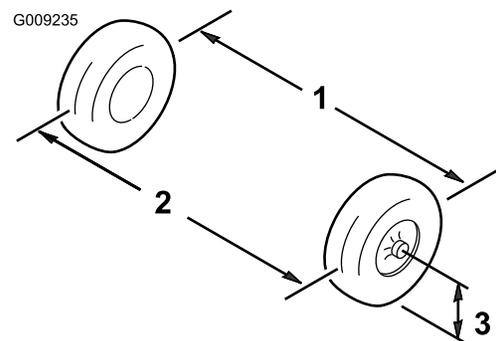

Figura 54
6. Misurate la distanza tra gli pneumatici anteriori all'altezza dell'assale, davanti e dietro le ruote (Figura 54).